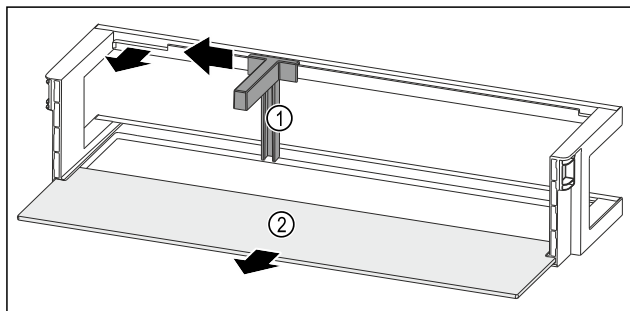

Fig. 128 Półka w drzwiach z uchwytem butelek i półką
- ▶ Przesunąć uchwyt butelek Fig. 128 (1) na bok do zagłębienia.
- ▶ Wyjąć uchwyt butelek Fig. 128 (1).
- ▶ Wyjąć półkę Fig. 128 (2).